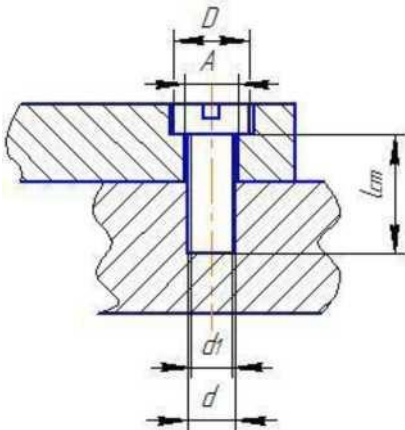

Рисунок 6 - Упрощенное соединение винтом ГОСТ 17475-80
- Стандартная длина и остальные размеры подбираются по справочнику (смотри рисунок 6).